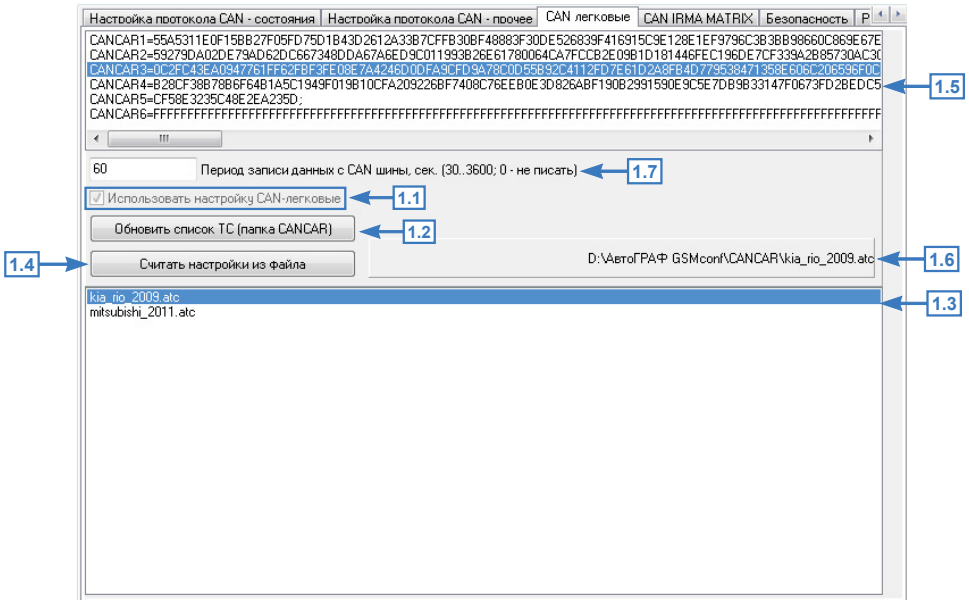

Рис.64. Настройка шины CAN для чтения данных с легковых автомобилей.
- На вкладке «CAN легковые» включить опцию «Использовать настройку CAN-легковые» (**Рис.64, п. 1.1**).
- На вкладке «CAN легковые» программы «AG.GSMConf» нажать кнопку «Обновить список ТС (папка CANCAR)» (**Рис.64, п. 1.2**). На вкладке появится список файлов в формате .atc с настройками шины CAN легковых автомобилей (**Рис.64, п. 1.3**).
- Выделить интересующий файл и нажать кнопку «Считать настройки из файла» (**Рис.64, п. 1.4**). После этого на вкладке будут установлены настройки протокола CAN из выбранного файла. Настройки отображаются в виде команд удаленной настройки в верхней части вкладки (**Рис.64, п. 1.5**). Настройки из нужного файла могут быть считаны в программу также двойным нажатием левой кнопки мыши на нужный файл. Считать новый файл с настройками можно также, перетащив этот файл в область программы «AG.GSMConf». В этом случае настройки будут считаны автоматически. Текущий открытый файл отображается в правом верхнем углу списка доступных файлов (**Рис.64, п. 1.6**).
Настройка задается в секундах в поле «Период записи данных с CAN шины, сек» (**Рис.64, п. 1.7**). Минимальный период 30 секунд, максимальный 3600 секунд. Нулевой период отменяет запись данных с шины CAN.